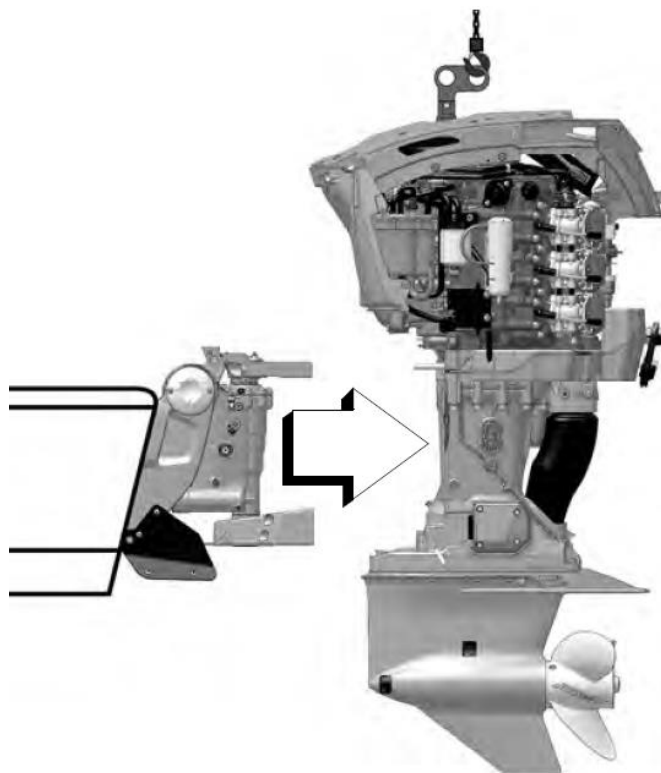

Figure 1
**Situation n° 1** : La figure 1 représente le transport du moteur entre l'ancienne et la nouvelle coque.
22 - Avec l'aide de la photo du moteur du dossier ressources (figure 1) (DR 2/9), colorier avec la couleur de votre choix, sur la figure 8 ci-dessus, les surfaces des autres pièces qui sont en contact avec la plaque bâbord lorsqu'elle est fixée.